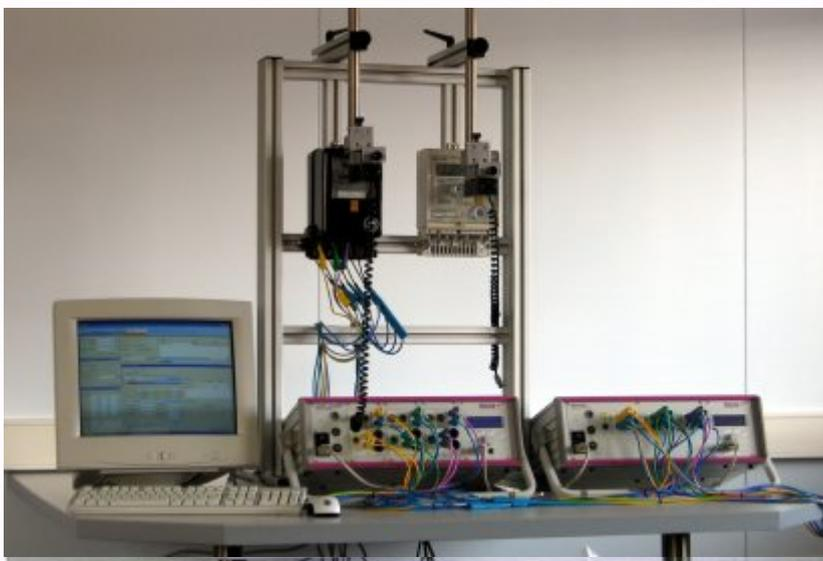

Bild 5: Prüfstand
- Bei Prüfungen im Labor, wenn eine Befundprüfung durchgeführt werden soll (Bild 5).